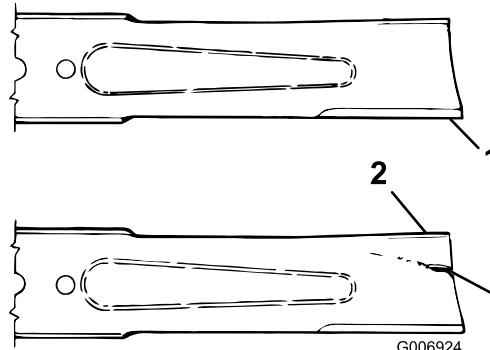

Figure 67
- Examinez attentivement les tranchants de la lame, particulièrement au point de rencontre de la partie plane et de l'ailette (Figure 67).
4. Remplacez la lame si elle est usée (Figure 67) ; voir Entretien du plan de la lame \(page 59\).
Si la lame est trop usée, une entaille se forme entre l'ailette et la partie plane (Figure 67). La lame peut alors se briser et un morceau être projeté du dessous de la machine, vous blessant gravement ou une personne à proximité.